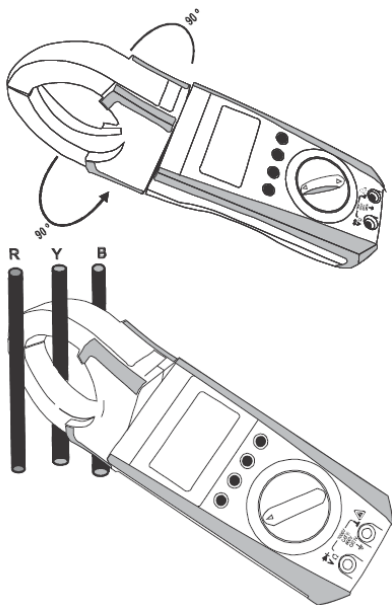

Figura 9.1
- ☞ Collegare la pinza come mostrato in figura 9.1 per la misurazione della corrente. Per misurare la corrente attraverso il cavo premere il grilletto (presente sul retro) per aprire le ganasce e serrare le ganasce attorno al cavo come mostrato in fig 9.1